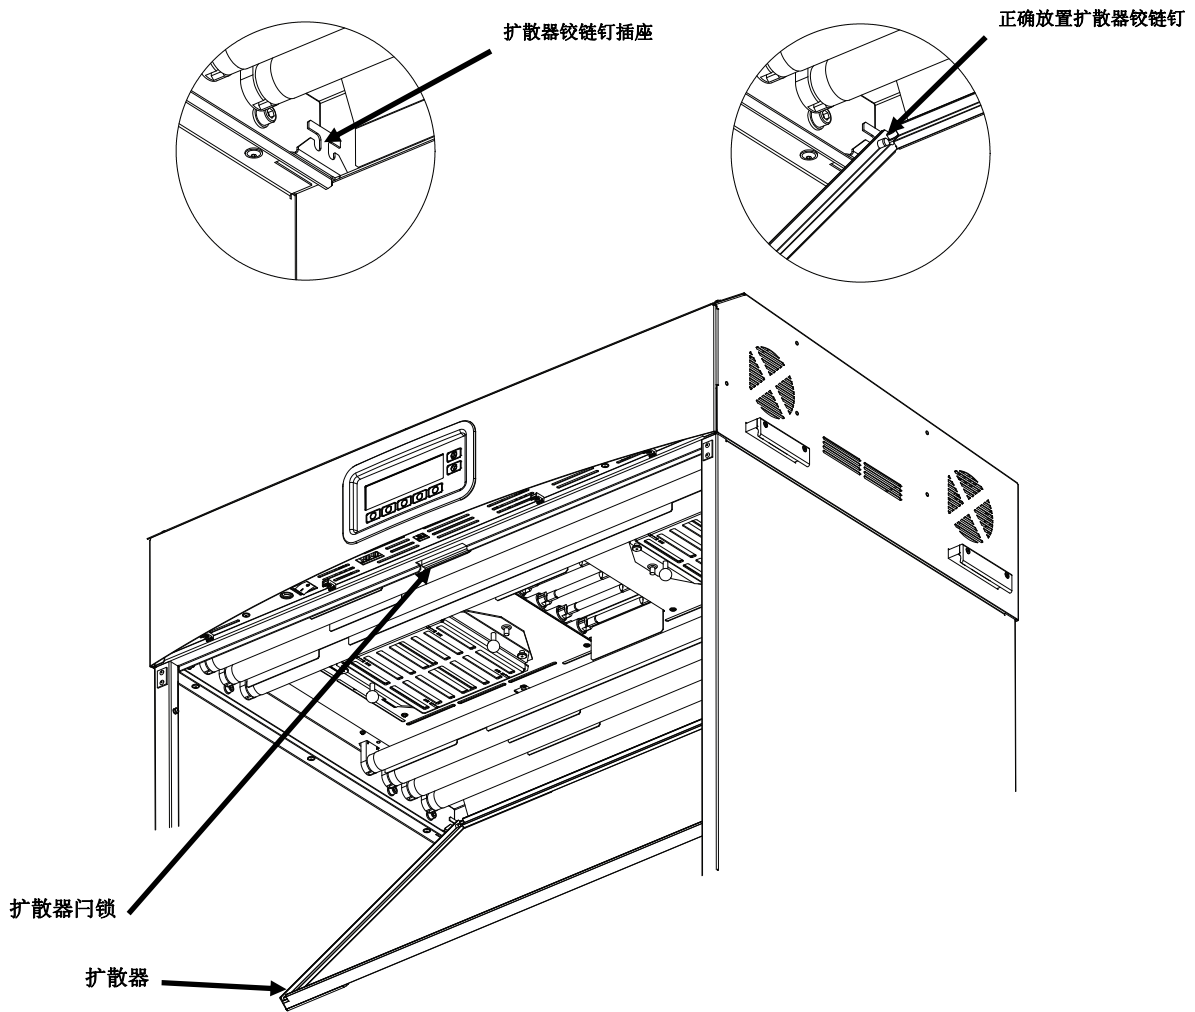

图 7. 灯箱扩散器展示
9. 将扩散器各个背面角落的铰链钉插入到插座的前插槽中。插座位于灯箱外壳的后方角落处。请参见图 7。